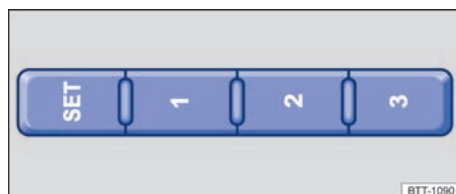

Fig. 113 En el lateral exterior del asiento del conductor: teclas de memoria.
- Pulse la tecla **SET** durante más de 1 segundo → fig. 113.